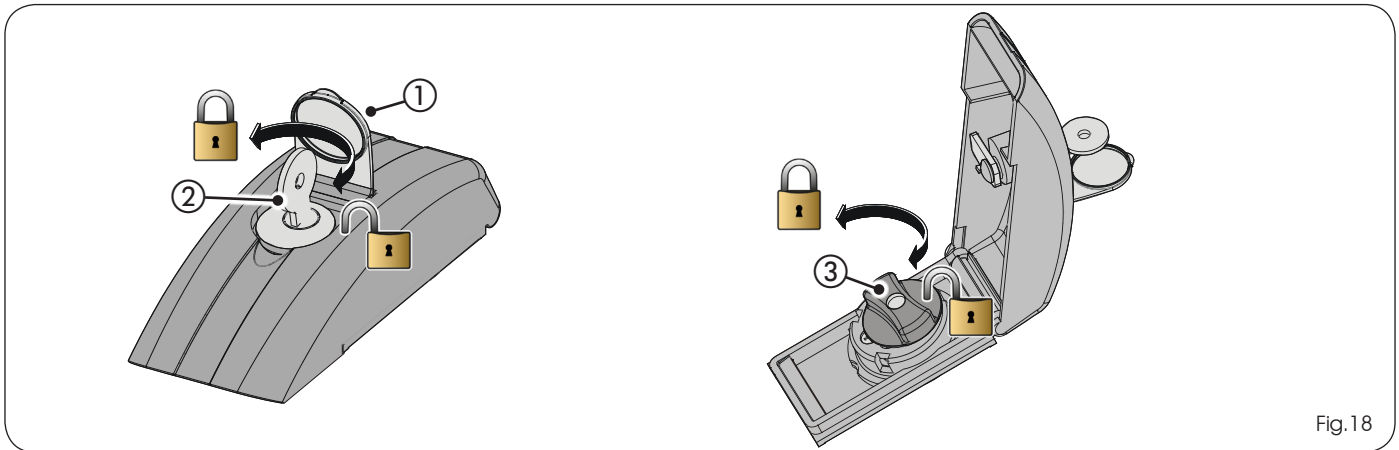

Fig.18
1) Lever le bouchon de protection (Fig. 18, réf. ①) et insérer la clé ad hoc fournie dans la serrure (Fig. 18, réf. ②).
3) Tourner la poignée de déverrouillage (Fig. 18, réf. ③), dans le sens anti-horaire, jusqu'en butée.